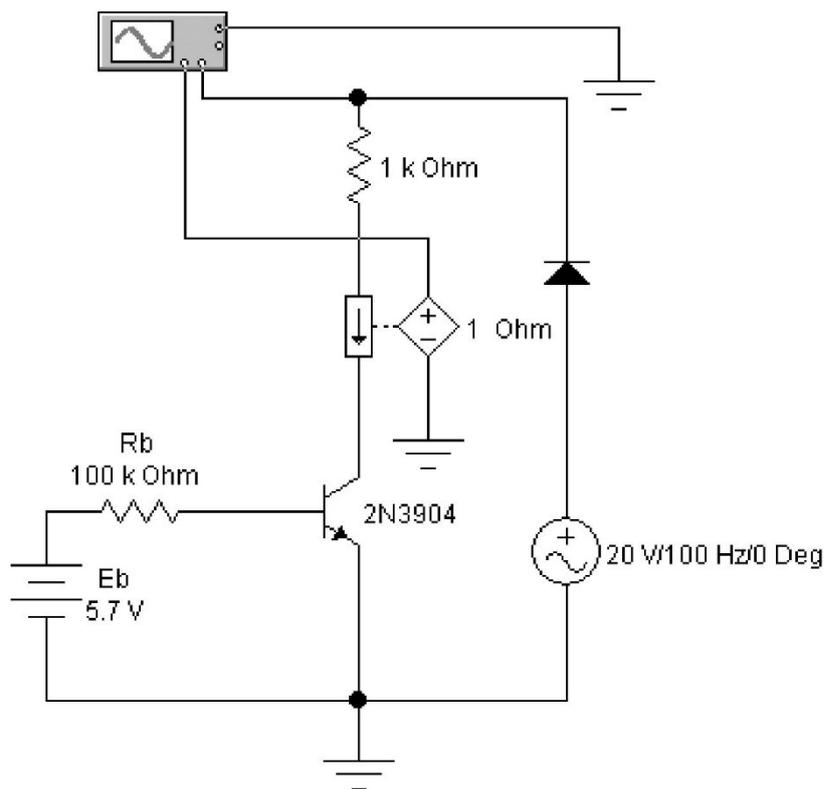

Рис. 9. Схема для получения выходной характеристики транзистора в схеме с ОЭ
2. На рабочем поле программы собрать схему, изображенную на рис. 9. Включить схему. Зарисовать осциллограмму выходной характеристики. Повторить измерения для разных значений E_B . Осциллограммы выходных характеристик для разных токов базы необходимо изобразить на одном графике.